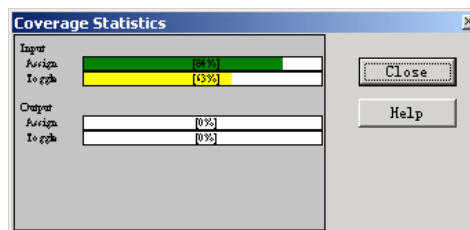

图 2-99 测试激励覆盖率
11. 完成激励信号波形输入后单击工具栏中的 按钮，保存设计。接着单击工具栏中的 按钮，查看测试激励的覆盖率，如图 2-99 所示。